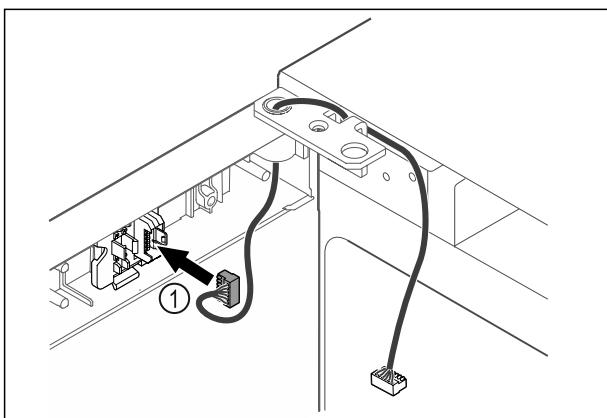

Fig. 46
- Vtič Fig. 46 (1) vstavite v držala vtiča.